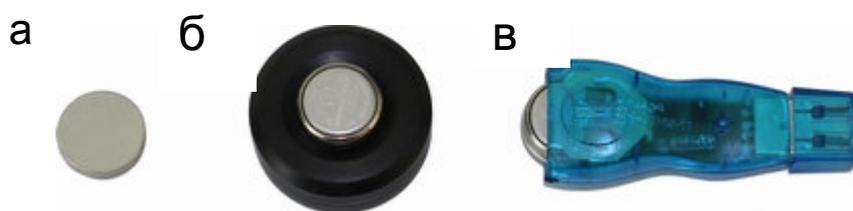

Рис. 4.1. Внешний вид регистратора «РТВ-2»:
4.3. В комплект регистратора входят собственно регистратор температуры (см. рисунок 4.1), магнитный держатель и считыватель USB. Собственно регистратор выполнен в круглом герметизированном металлическом корпусе. При необходимости он может быть установлен в специальный держатель, имеющий на корпусе три постоянных магнита для удобного крепления к металлическим поверхностям с любым рельефом.